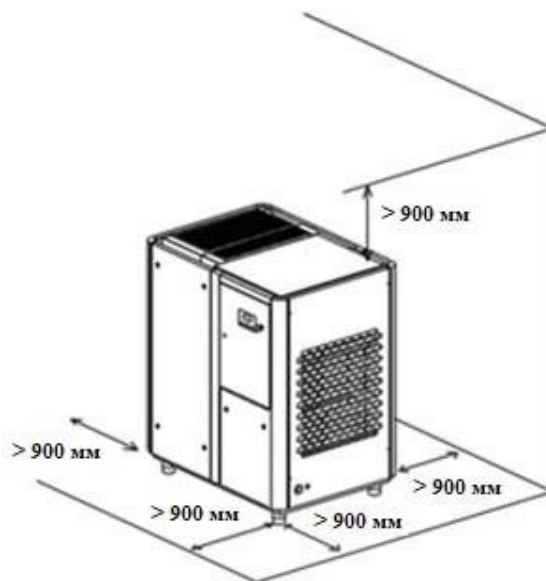

Рис. 4 Минимальное свободное пространство вокруг компрессора.
- Для удобства обслуживания и обеспечения вентиляции свободное пространство вокруг компрессора должно быть не менее 900 мм (рис. 4).